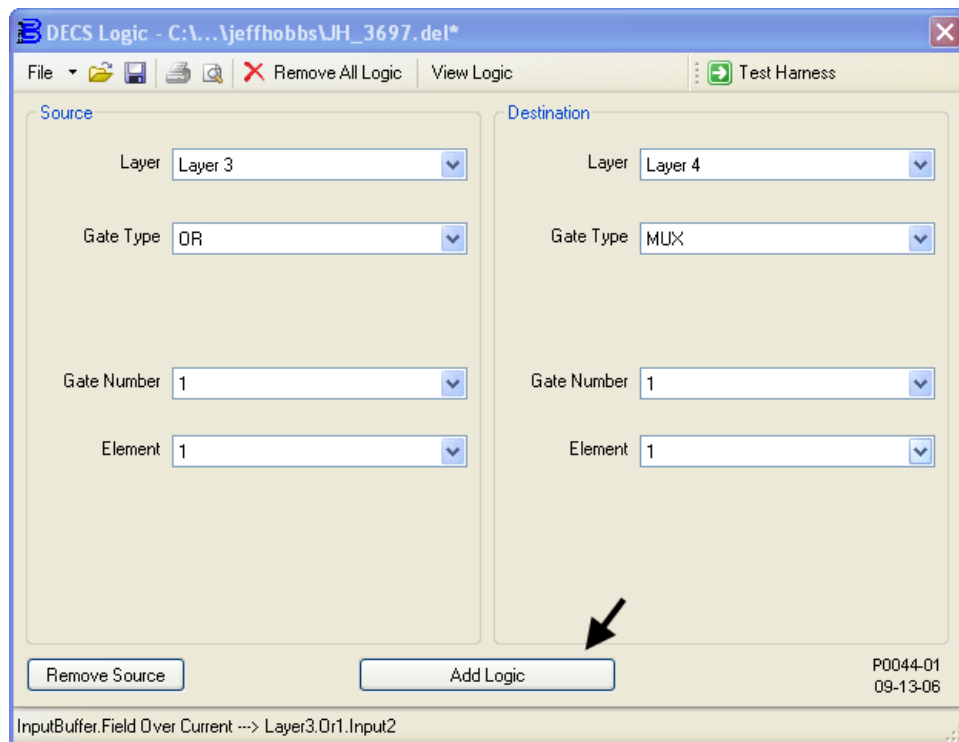

Figure 9-22. Ajout de Layer4 - Layer3.Or1.Output ---> Mux1.Input
3. Les paramètres de la fenêtre Logique du DECS associés à cette étape sont illustrés sur la Figure 9-22. Connectez la sortie de la porte 1 OR sur la couche 3 à l'entrée du multiplexeur 1 sur la couche 4. Dans